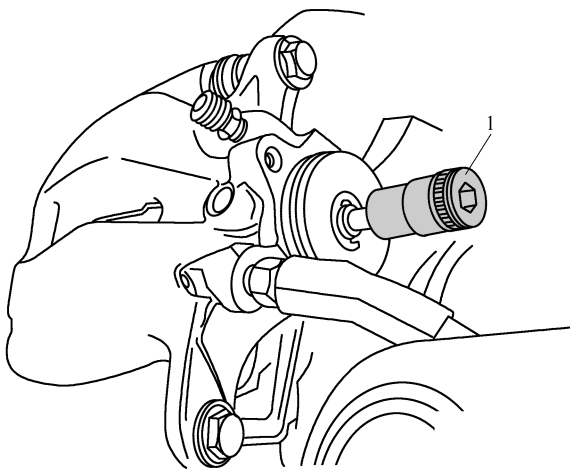

图 3-2-74 将制动钳的调整螺栓稍微回转一些
(1) 安装新的密封环。
(2) 如图 3-2-74 所示，将制动钳的调整螺栓稍微回转一些，以便于安装伺服电动机。